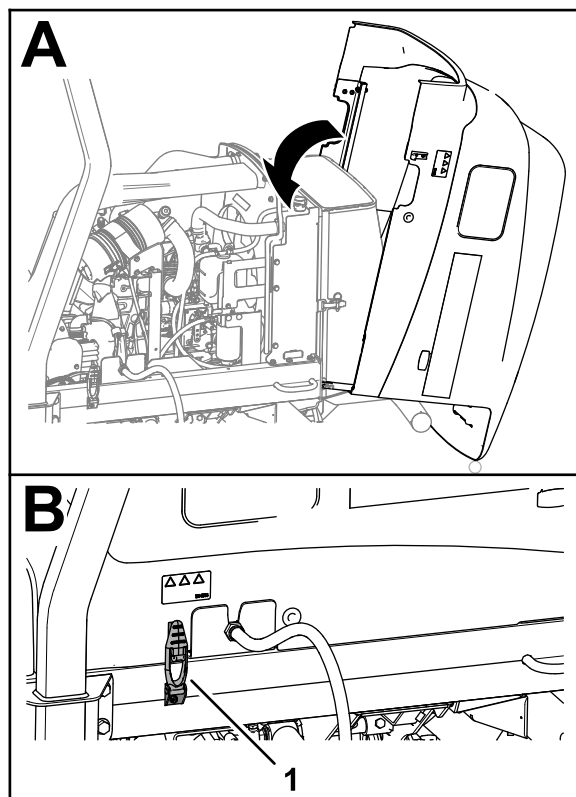

Bild 65
1. Schließen Sie die Haube vorsichtig (Bild 65).